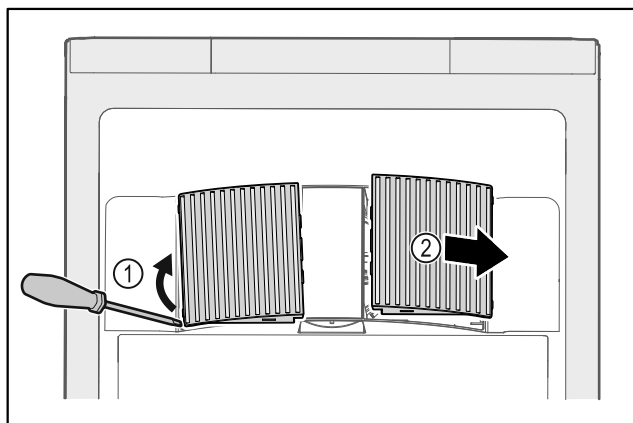

Fig. 148
- ▶ Осторожно подденьте крышки вентилятора сбоку Fig. 148 (1) и снимите их движением вперед Fig. 148 (2).